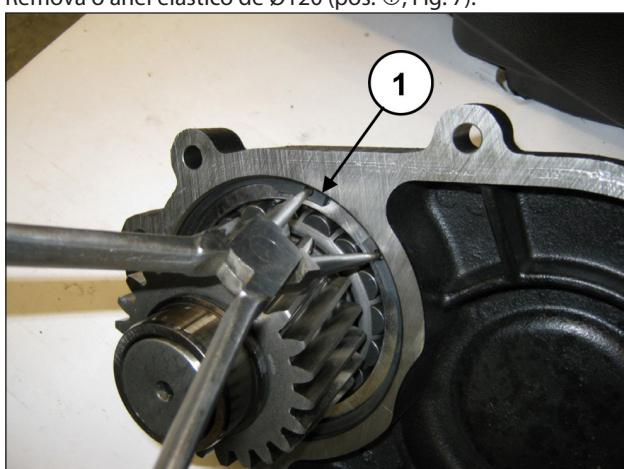

Fig. 7
Remova o anel elástico de Ø120 (pos. ①, Fig. 7).